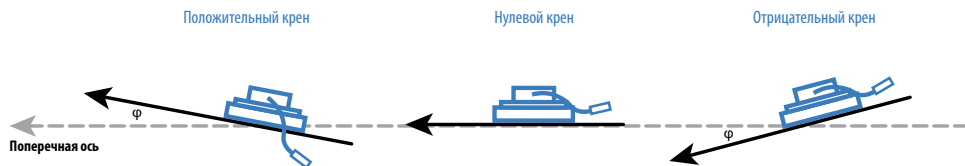

Рис.19. Измерение угла наклона относительно поперечной оси датчика.
**Крен.** В данном режиме датчик осуществляет измерение угла наклона датчика относительно поперечной оси и в случае превышения порога поперечного отклонения устанавливает выход в активный уровень. Как только поперечный угол становится меньше порога, выход переключается в неактивное состояние. Измерение угла осуществляется в обоих направлениях, крен может быть как положительным, так и отрицательным (Рис.19).